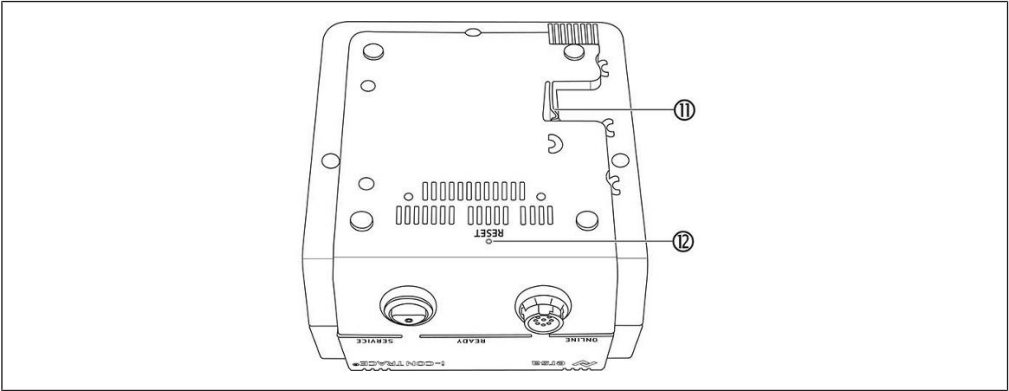

Abb. 7: Unterseite
Hinweis: Den LötKolben nur in der mittigen LötKolbenablage ablegen, nicht in den seitlichen Ablagetrichtern der Lötspitzen! (Siehe Abb. 7)
- c) Den LötKolben im Ablageständer ablegen (siehe Abb. 7). Die Anschlussleitung des LötKolbens darf nicht unter Zug stehen.
- d) Den Trockenreiniger einsetzen, Abb. 7 zeigt die Positionsempfehlung.